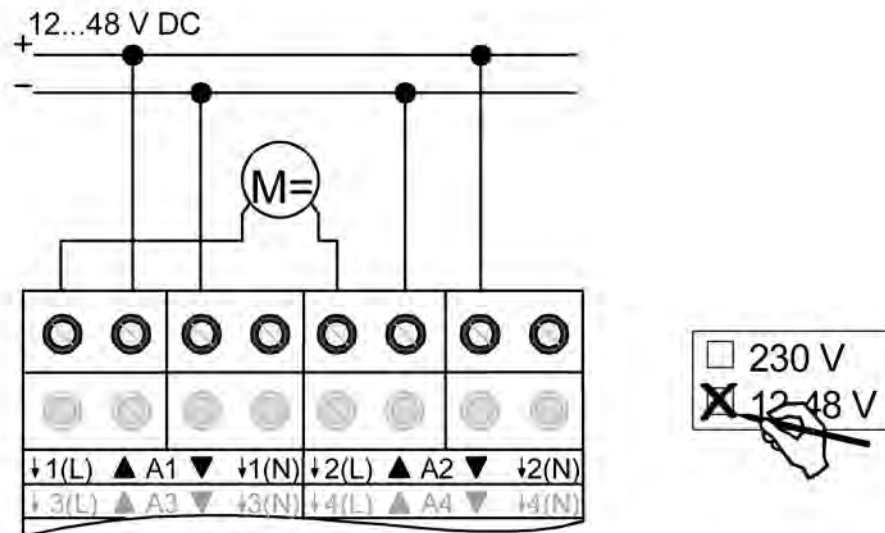

Bild 6: Elektrischer Anschluss für 12 ... 48 V-Antriebsmotoren
- Antriebsmotoren gemäß Anschluss-Beispiel anschließen (siehe Bild 6).